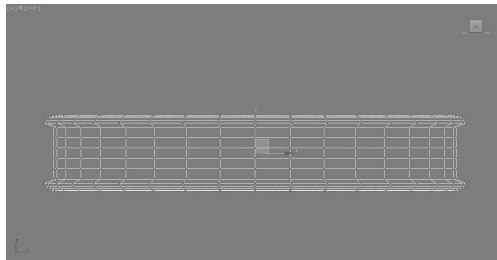
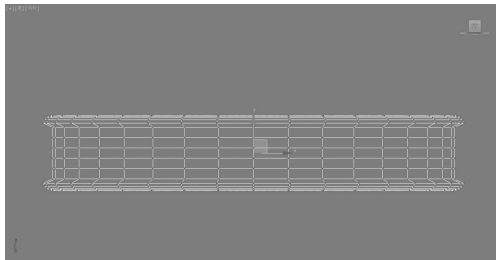

图 3.47 调整前视图节点
图 3.48 调整左视图节点
(4) 单击“修改”选项卡 , 进入修改命令面板, 选择“修改器列表”下拉列表中“编辑网格”命令, 在“选择”卷展栏下单击“顶点”按钮 , 在前视图中调整各节点位置, 如图 3.47 所示, 激活左视图, 调整两侧节点位置如图 3.48 所示。